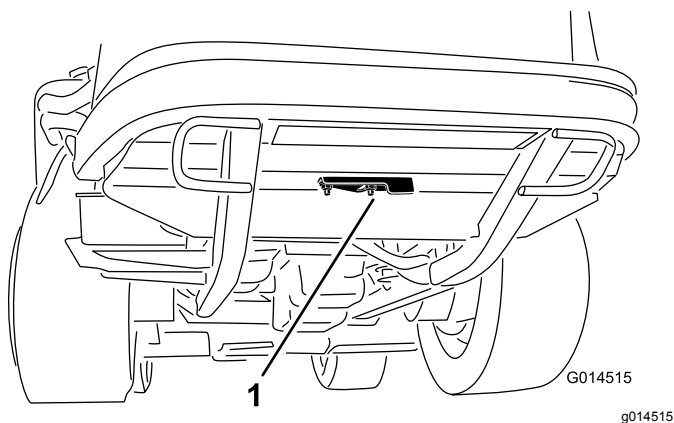

Figure 70
2. Desserrez l'écrou à embase qui fixe le couvercle de nettoyage à la face inférieure du cadre arrière (Figure 70). Faites pivoter le couvercle sur le côté pour exposer le trou de nettoyage dans le cadre.